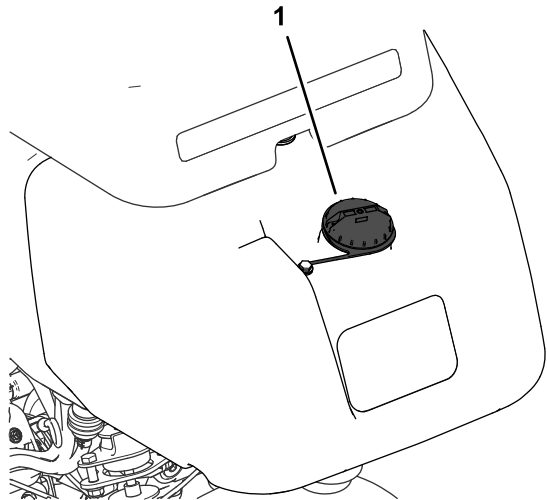

図 26
1. 燃料キャップの周囲をきれいに拭いてキャップを外す 図 26。